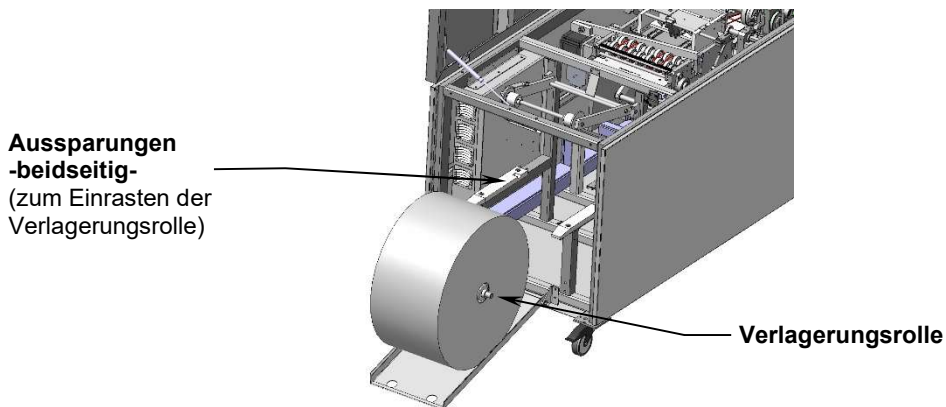

Abb. 10: Papierrolle laden
7. Führen Sie die Verlagerungsrolle in die neue Papierrolle ein (Abb. 10)
8. Rollen Sie die Papierrolle über die Aufrollrampe bis die Achse der Verlagerungsrolle in die dafür vorgesehene Aussparung beidseitig einrastet (Abb. 10)